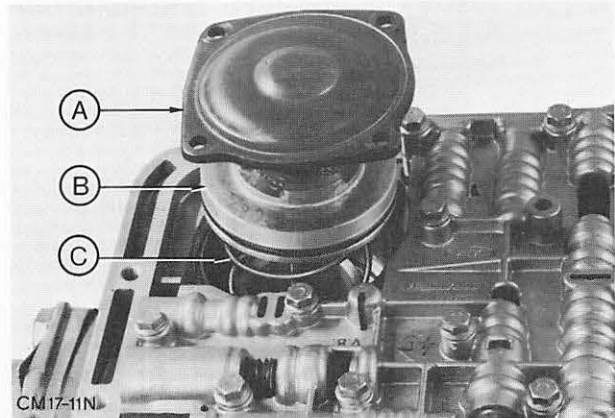

Abb. 46 Hinterer Servo
5. Den unter Federspannung stehenden hinteren Servo-Deckel gleichmäßig abschrauben (4 Schrauben). Abb. 46. Dichtung mit Servokolben und Feder entfernen. Vorsicht Ölaustritt!